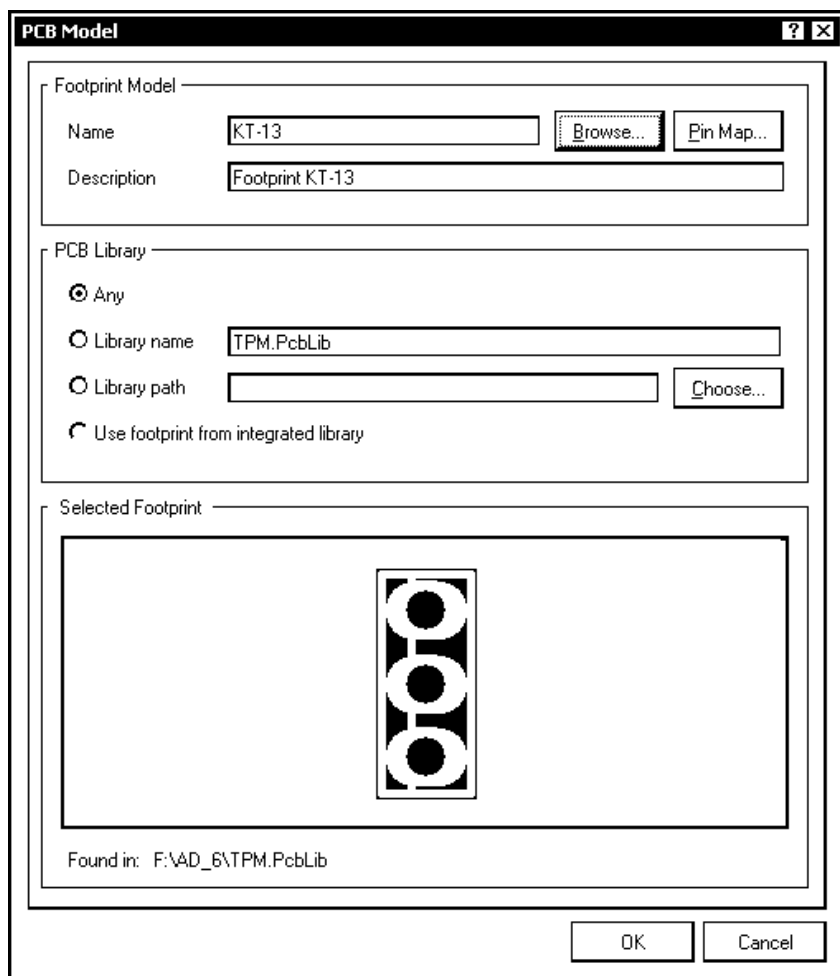
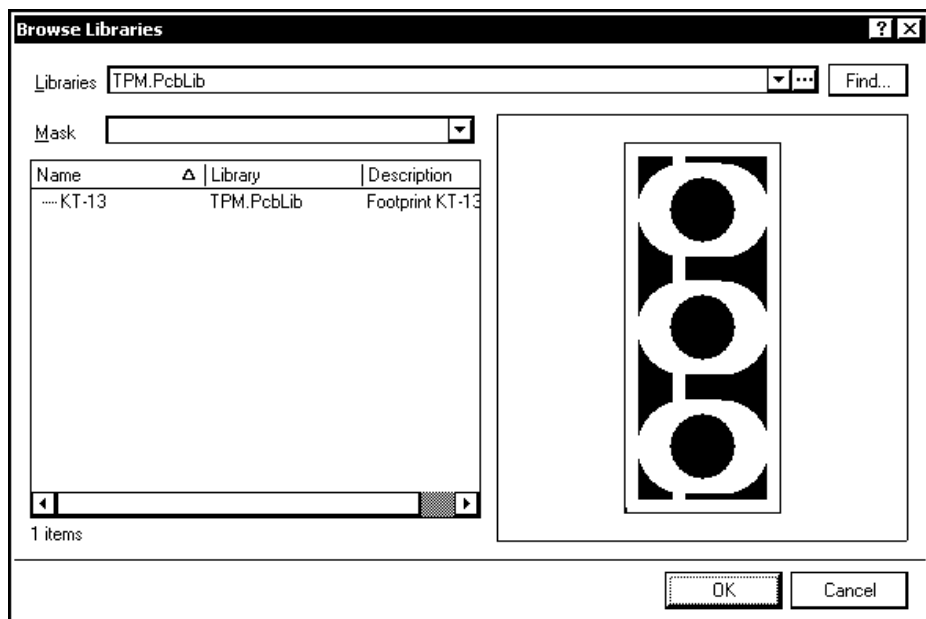

Рис. 2.14. Окно присоединения ТПМ
Рис. 2.15. Окно просмотра библиотек ТПМ
- Щелчком на кнопке **OK** открыть диалоговое окно **PCB Model** (Модель компонента печатной платы) с пустыми полями (рис. 2.14).
- Кнопкой **Browse** (Просмотр) открыть поиск PCB-библиотеки, содержащей интересующую нас топологическую модель. Открывается диалоговое окно просмотра библиотек **Browse Libraries** (рис. 2.15). Поскольку библиотека TPM.PcbLib, содержащая ТПМ KT-13, включена в дерево проекта Transistor.LibPkg, поиск сразу обнаруживает его.
- В полях окна на рис. 2.15 отображается имя библиотеки, имя ТПМ и его описание, а также графическое изображение контура и контактных площадок. Кнопкой **OK** окно закрывается, а данные из его полей передаются в окно **PCB Model** (см. рис. 2.14).
5. В поле имени модели, **Model Name**, указать имя KT315A. Если ссылка на файл модели присутствует в дереве проекта Transistor.LibPkg, то в полях-вкладках в нижней части окна рис. 2.15 отображаются сведения о подключаемой модели: